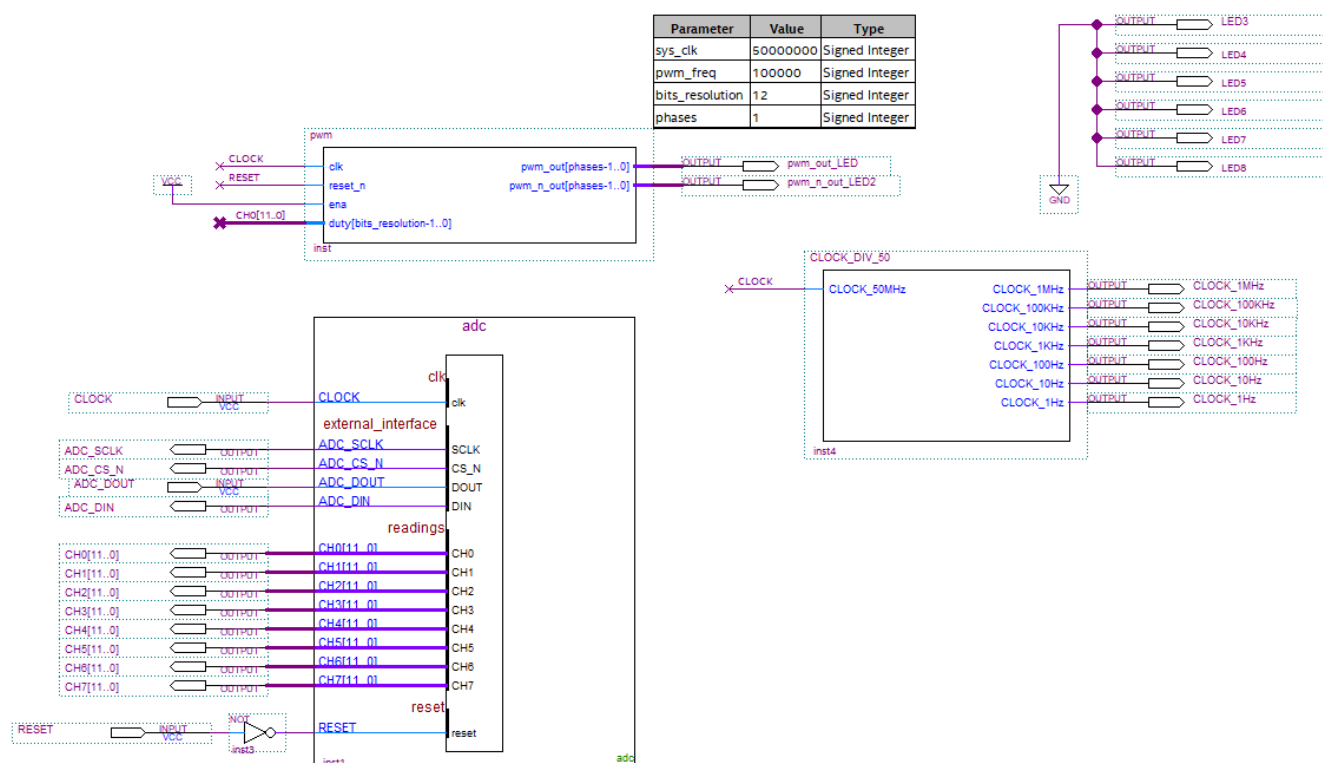

Figura 12. Circuito Digital
12. En el editor gráfico construya el circuito digital que se encuentra en la Figura 12, es de importancia mencionar que el bloque **ADC** va a ser elaborado por medio del catálogo de propiedad intelectual de Quartus (**IP Catalog**).